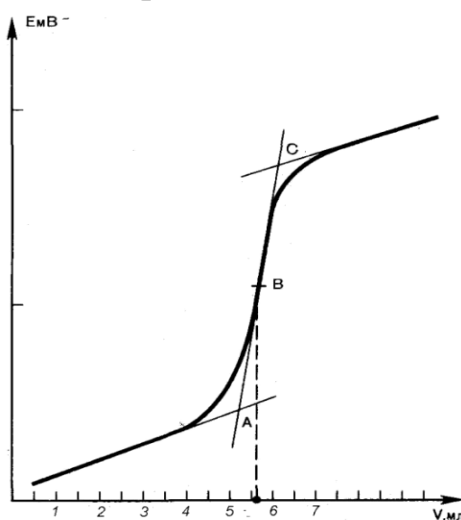

Рис. 4.14. Интегральная кривая
2. Какой объём титранта ушёл на потенциометрическое титрование сильной кислоты сильным основанием (рис. 4.14)?